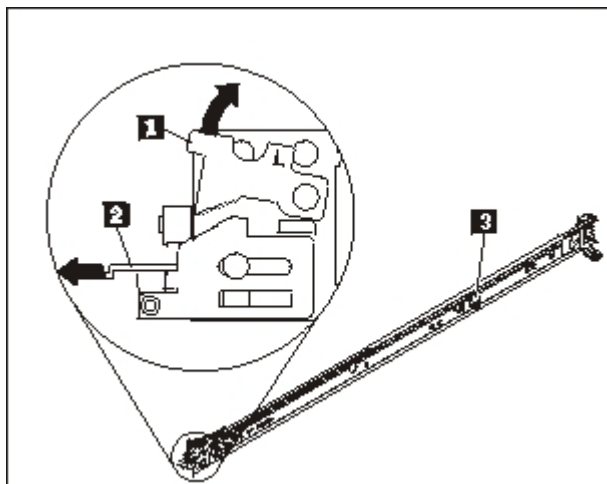

Figura 9. Vista dos trilhos deslizantes
1. Abra as travas do trilho deslizante frontal, conforme mostrado na Figura 9 na página 20.